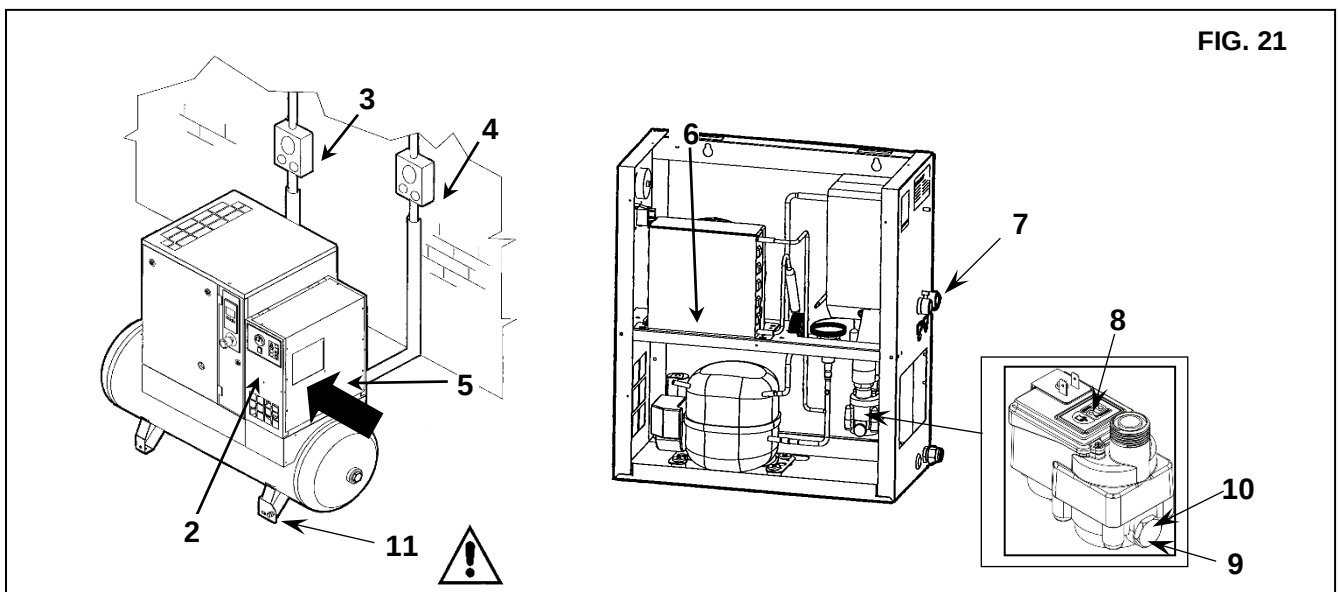

FIG. 21
15.6 KONTROLLERA DET AUTOMATISKA KONDENSATAVLOPPET (TORK) OCH DET MANUELLA AVLOPPET (LUFTTANK) (FIG.21)
Den automatiska och manuella kondensatavtappningen (Ref. 8 and Ref. 11 Fig. 21) måste kontrolleras varje dag. Gå tillväga på följande sätt:
- Tryck in "TEST"-knappen, Ref. 8 Fig. 21, i några sekunder för att kontrollera om kondensatet töms korrekt från röret
- Kontrollera manuell kondensatavtappning från tanken, för att försäkra att kondensatet töms ur korrekt ur ventilen, Ref. 11 Fig. 21 (**TÖM VARJE DAG**).
15.7 RENGÖRA KONDENSATORN (FÖR TORK) (FIG.21)
Kondensorn måste rengöras varje månad (Ref. 6 Fig. 21).
- Slå av torken genom att trycka in STOPP-knappen Ref. 2 Fig. 21
- Koppla bort strömförsörjningen med hjälp av frångiljaren, Ref. 3 (på skruvkompressorn) och Ref. 4 (på torken om sådan finns) Fig. 21.
- Ta bort panelen Ref. 5 Fig. 21
- Rengör kondensorns lameller Ref. 6 Fig. 21 med tryckluft. **ANVÄND INTE VATTEN ELLER LÖSNINGSMEDEL.**
- Stäng panelen Ref. 5 Fig. 21.
15.8 RENGÖR FILTRET P DET AUTOMATISKA AVLOPPET FÖR TORKEN (Ref. 9 - 10 Fig. 21)
- Stäng tryckluftsventilen Ref. 7 Fig. 21
- Släpp ut trycket från torken och tanken genom att öppna avloppsventilen. 11 Fig. 21.
- Ta bort pluggen Ref. 9 Fig. 21.
- Ta ut filterfällan Ref. 10 Fig. 21.
- Rengör filtret Ref. 10 Fig. 21 med en luftstråle, arbeta inifrån och ut.